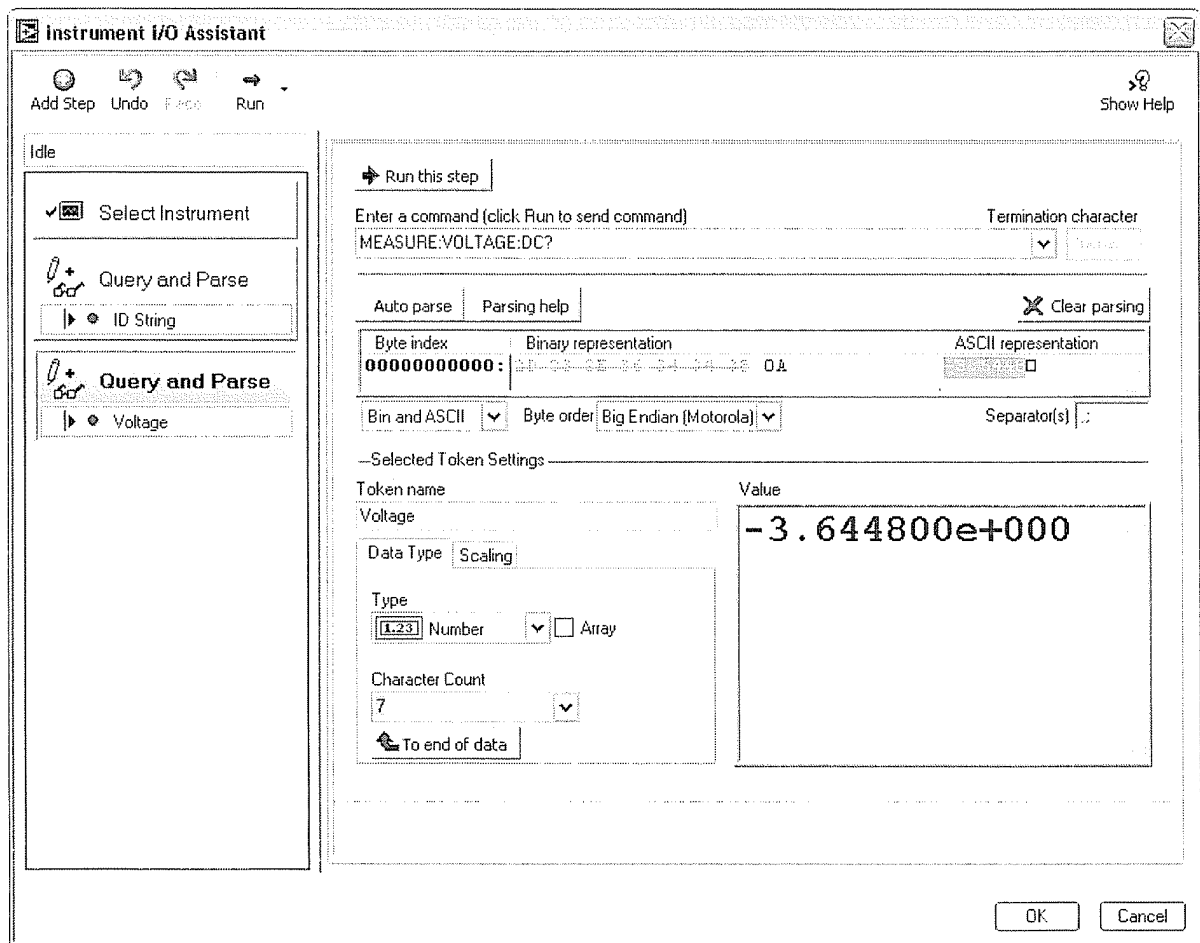

Figura 9-23. Configuración GPIB del Instrument I/O Assistant
- Cambie el nombre a `Token` escribiendo `Voltage` en el cuadro de texto **Token name**. La ventana de configuración debe ser similar a la de la figura 9-23.